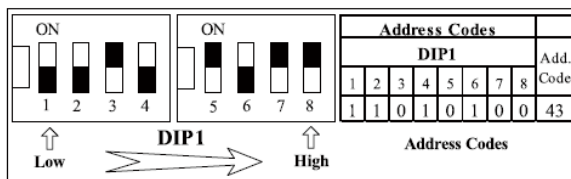

Fig. 6 Cómo configurar la dirección 43
2. Consulte la Fig. 6 para saber cómo configurar la dirección 43